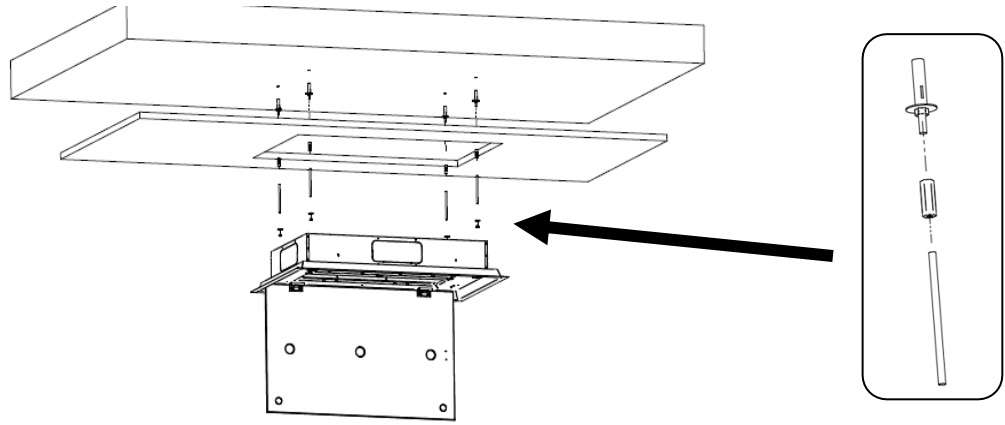

Fig. 4
- 7) Włóż okap do otworu na suficie podwieszanym i zamocuj go danymi i podkładkami na wcześniej nałożonych prętach gwintowanych (rys. 4).